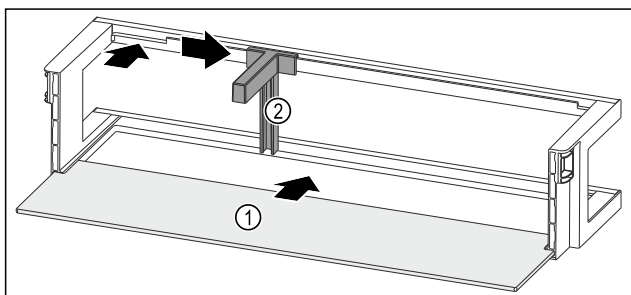

Fig. 232 Дверная полка со съёмной полкой
- ▶ Вдвиньте съёмную полку Fig. 232 (1) в боковые пазы.
- ▶ Установите держатель для бутылок Fig. 232 (2) в выемку.
- ▶ Сместите держатель для бутылок Fig. 232 (2) в нужное положение в сторону.